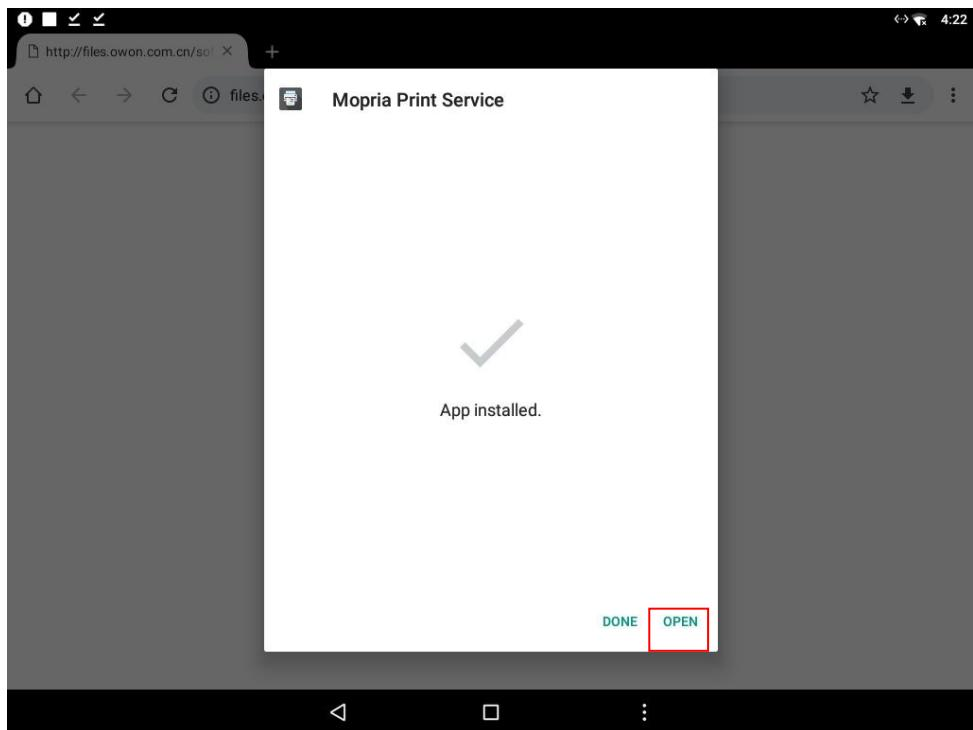

図5
2、公式ウェブサイトで、図1から図5に示す手順で印刷アプリをインストールします。